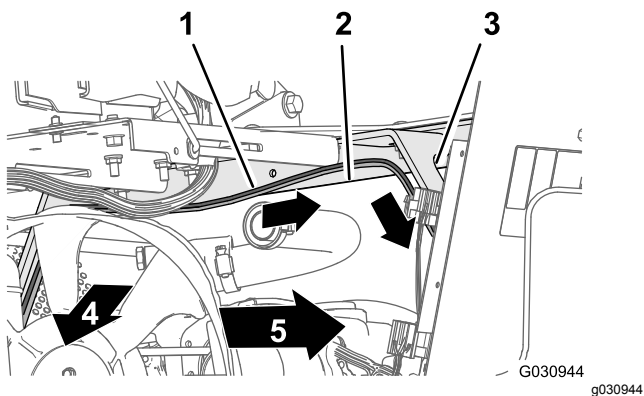

图 110
2. 让 165cm 线束支管穿过座椅箱边角向下沿着发动机挡板左支撑架摆放 图 110。